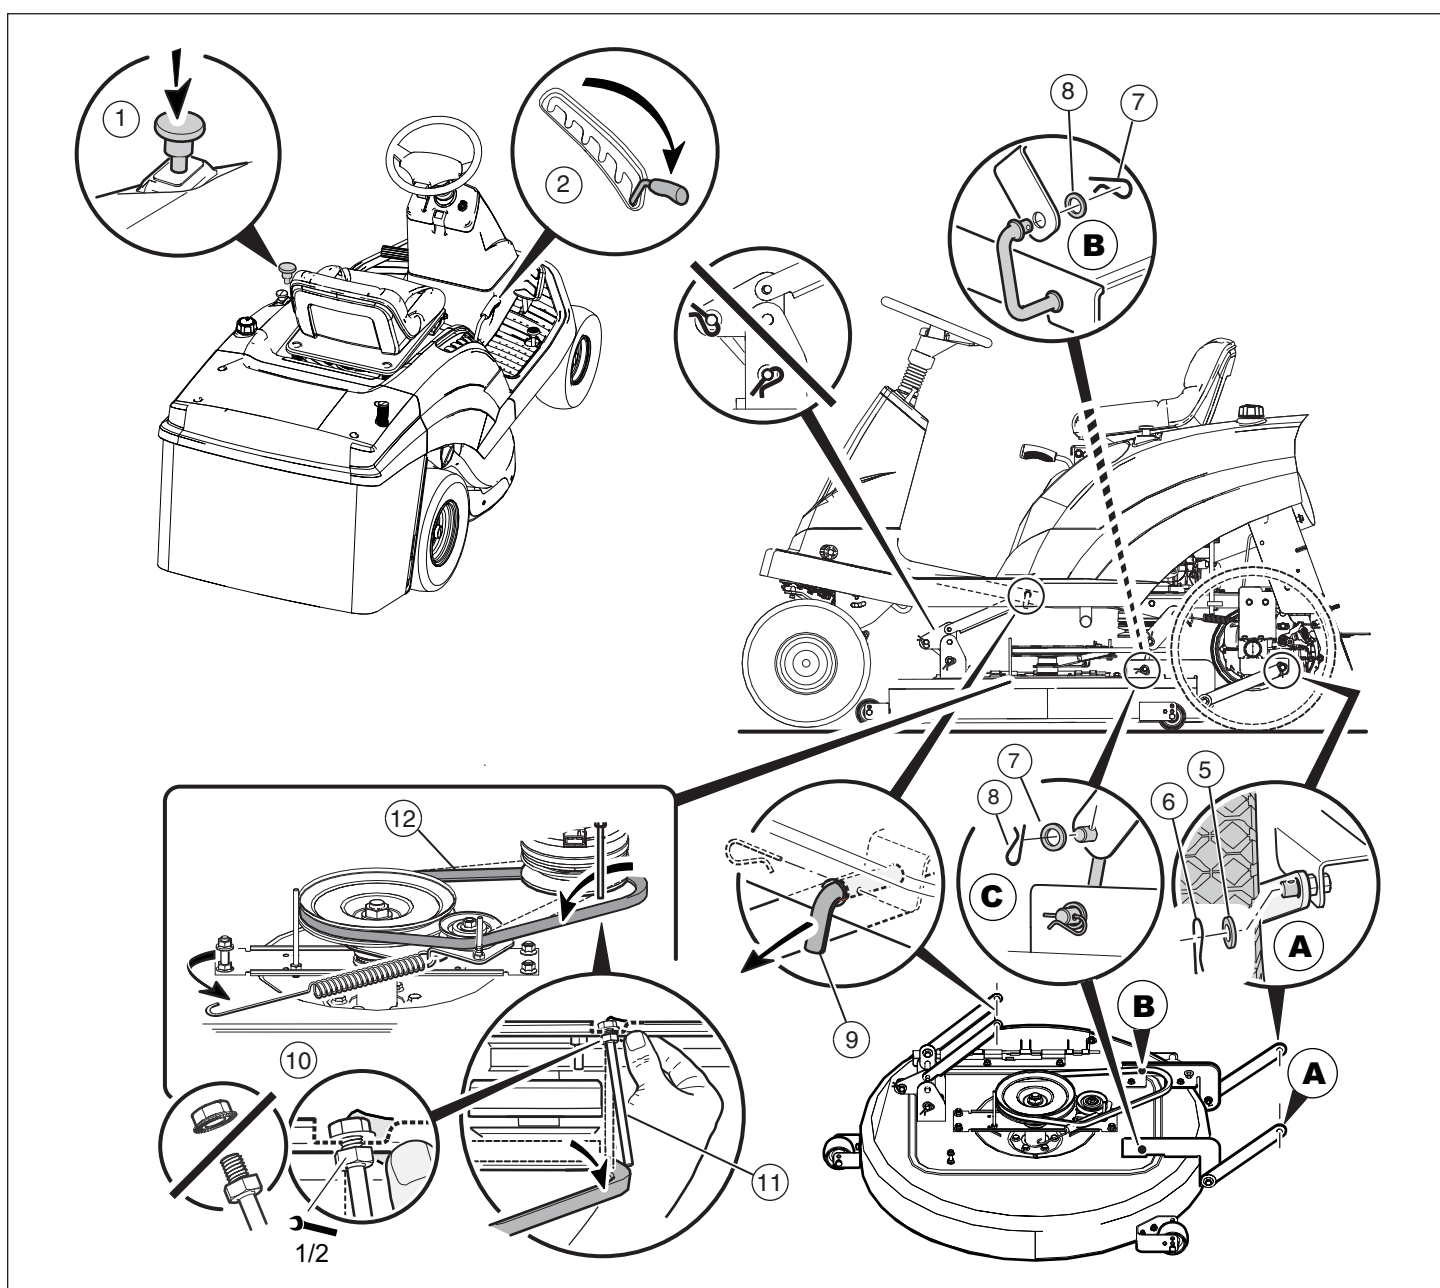

Figure 35
1. Déplacer la commande de rotation de lame (1) en position DÉBRAYAGE (voir la **Figure 35**).
2. Déplacer le levier de levage (2) en position de coupe basse.
3. Retirer les goupilles en épingle à cheveux (5) et les rondelles (6) des bras de suspension arrière (voir **A, Figure 35**).
4. Retirer les goupilles en épingle à cheveux (7) et les rondelles (8) des tiges de suspension (voir **B et C, Figure 35**).
5. Déconnecter la bride avant (9) du support de cadre.
6. Déconnecter le ressort d'extension (10) du montant de plateau de coupe de la tondeuse.
7. Desserrer le guide de courroie (11) de la poulie stack.
8. Retirer la courroie d'entraînement de la tondeuse (12) de la poulie du moteur.